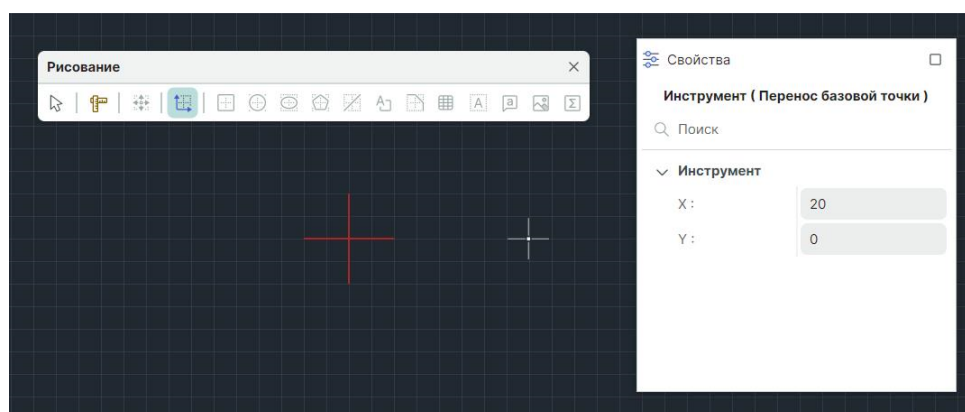

Рис. 202 Вид курсора при работе инструмента «Переместить начало координат»
1. Вызовите инструмент «Переместить начало координат», который доступен на панели «Рисование». Курсор поменяет вид, см. Рис. 202. В панели «Свойства» в динамическом режиме будут отображаться текущие координаты курсора.